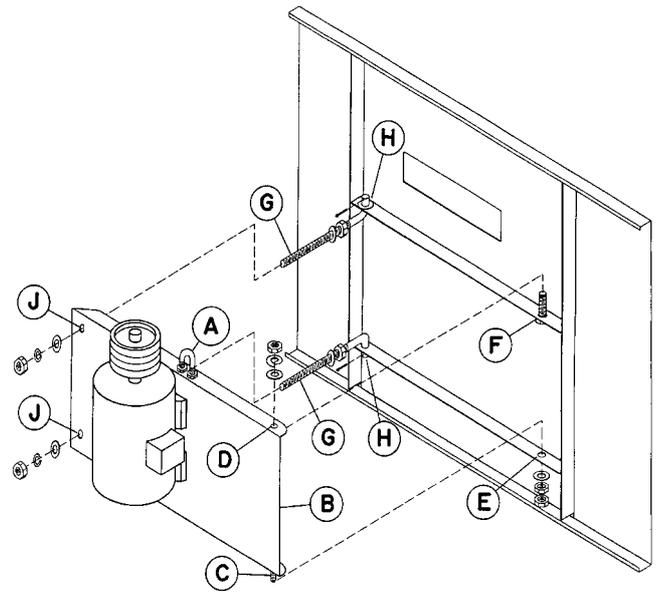

Abb. 23 – Außenseitige Motor-Installation
1. Betrachten Sie Abb. 23 eingehend, bevor Sie mit der Installation der Motorplatte beginnen.